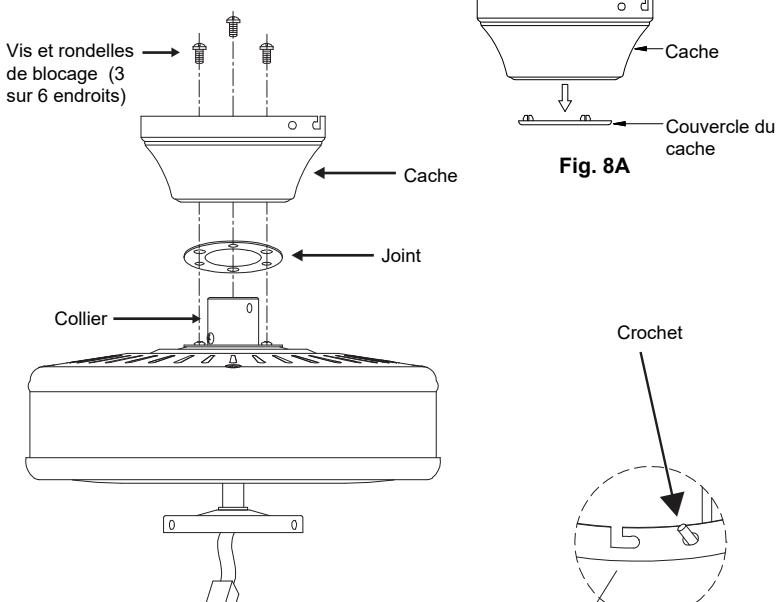

Fig. 8B
**Étape 4.** Retirez trois des six vis et rondelles de blocage (une vis/rondelle sur deux) du collier situé sur le dessus du moteur (**Fig. 8B**)
**Étape 5.** Placez le cache du plafond et le joint sur le collier en haut du moteur. Alignez les trous de montage avec les trous du moteur et fixez-les à l'aide des vis et des rondelles de blocage fournies (**Fig. 8B**).
**Étape 6.** Serrez fermement les vis de fixation (**Fig. 8B**).